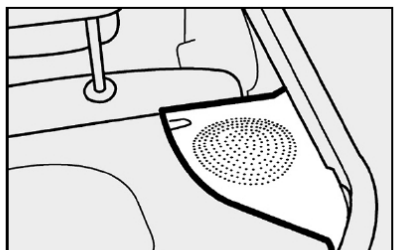
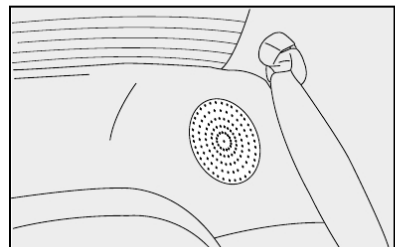
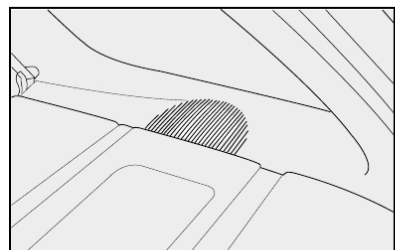

fig. 118
fig. 119
fig. 120
- alto-falantes traseiros coaxiais **fig. 118** (Palio), **fig. 119** (Siena) e **fig. 120** (Palio Weekend).